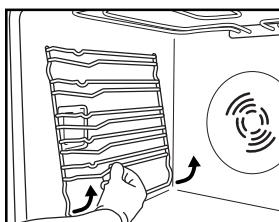

Fig. 3
1. Scoateți grătarele laterale de susținere ale accesorilor (Fig. 3).
2. Scoateți grătarele laterale de susținere ale accesoriilor, dacă există în dotare (Fig. 3).